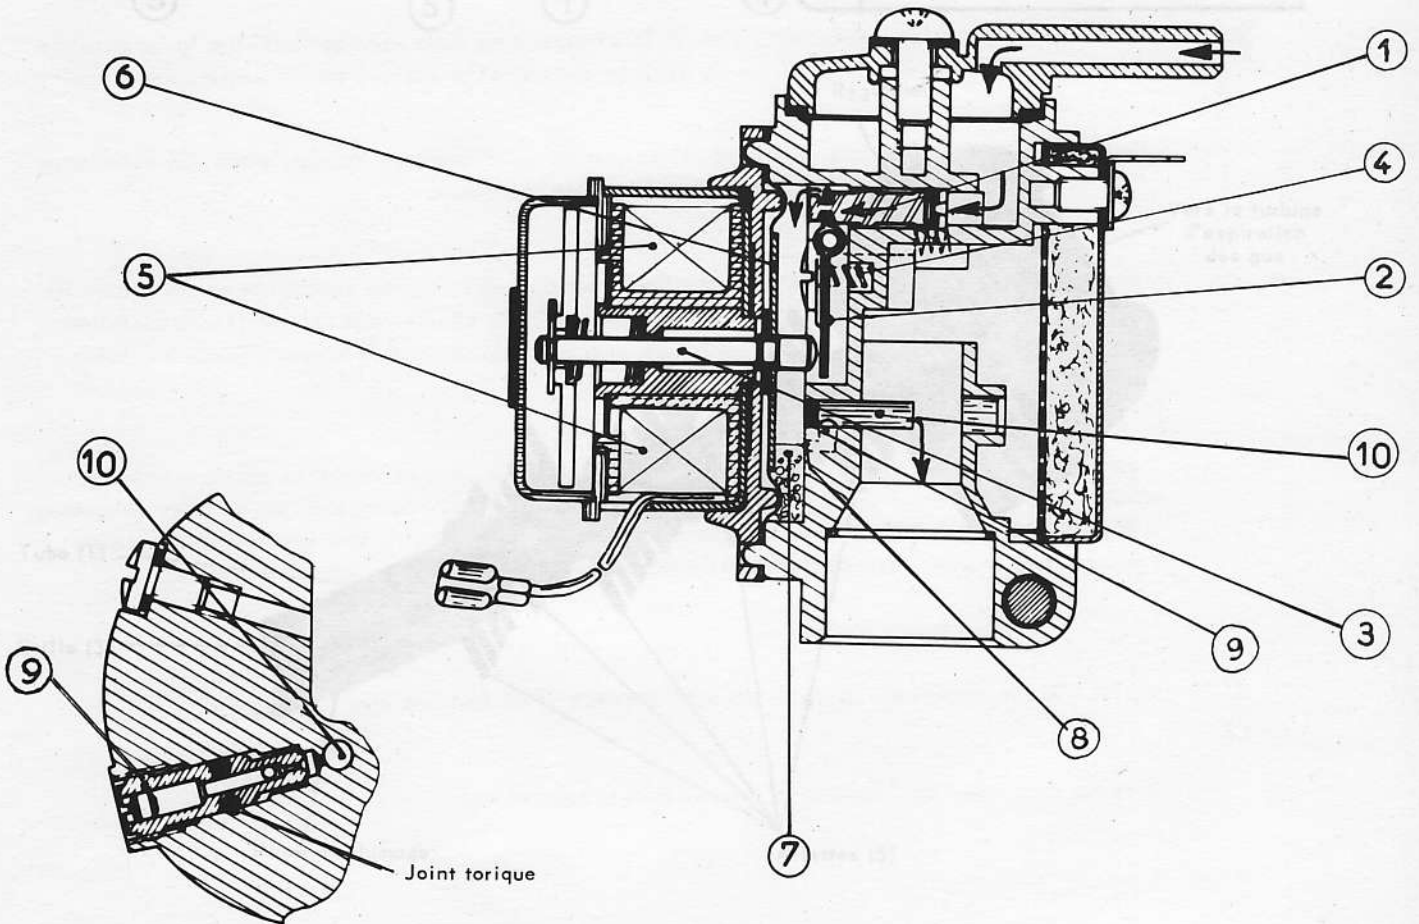

Fig. 13 : CHAMBRE DE COMBUSTION
- **Chambre de combustion (Figure 13) :**